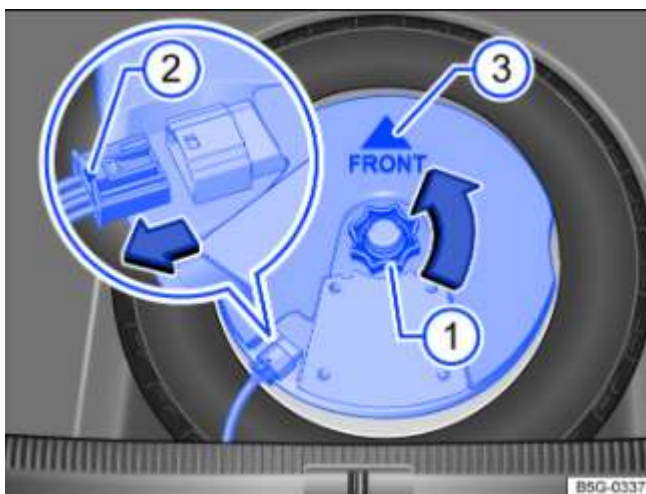

Fig. 207 Dans le coffre à bagages : dépose du caisson de graves (variante 2)
- Dévissez la molette → Fig. 207 (1) en la tournant dans le sens de la flèche.
- Pour déverrouiller le connecteur, appuyez sur le verrouillage à l'extrémité du connecteur → Fig. 207 (2).
- Placez avec précaution le caisson de graves dans le puits de jante. Lors de cette opération, la pointe de la flèche « FRONT » → Fig. 207 (3) sur le caisson de graves doit être orientée vers l'avant.
- Branchez le connecteur jusqu'à ce que le verrouillage → Fig. 207 (2) s'encliquette de manière audible.
- Tournez la molette → Fig. 207 (1) de la goupille filetée dans le sens inverse de la flèche jusqu'à ce que le caisson de graves soit solidement fixé.